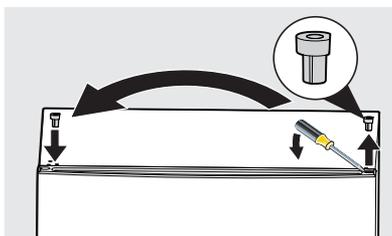

figura 2
- Haciendo palanca con cuidado con un destornillador de cabeza plana, saque de la puerta el cojinete de la bisagra. Instale el cojinete en el lado contrario de la puerta. Retire la puerta de la unidad levantándola (consulte la figura 2).